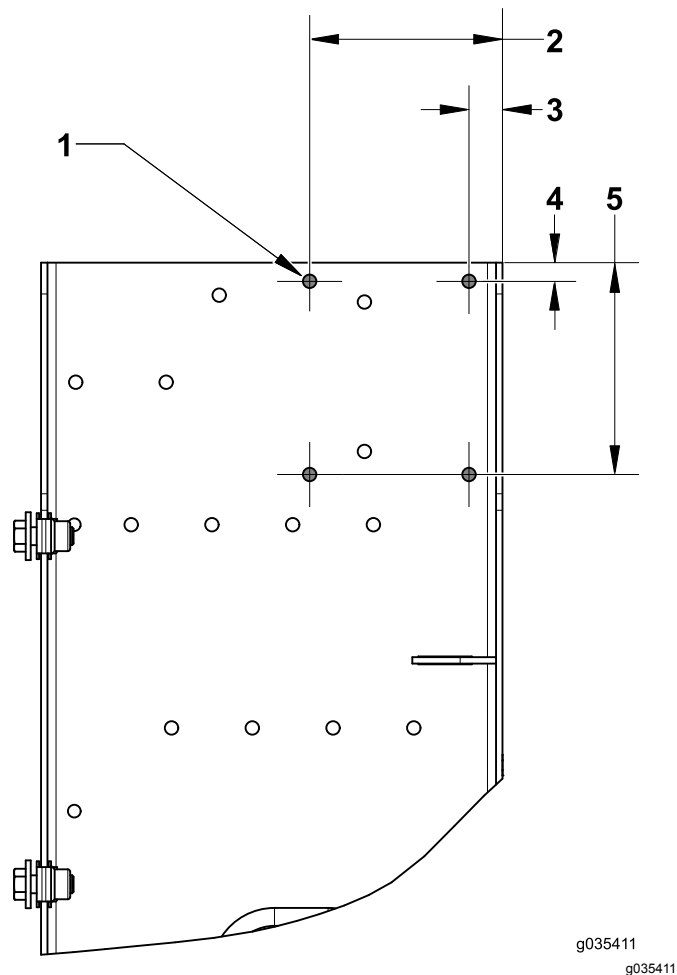

Figura 7
- Localice y perfore los siguientes taladros para el transmisor (Figura 7).